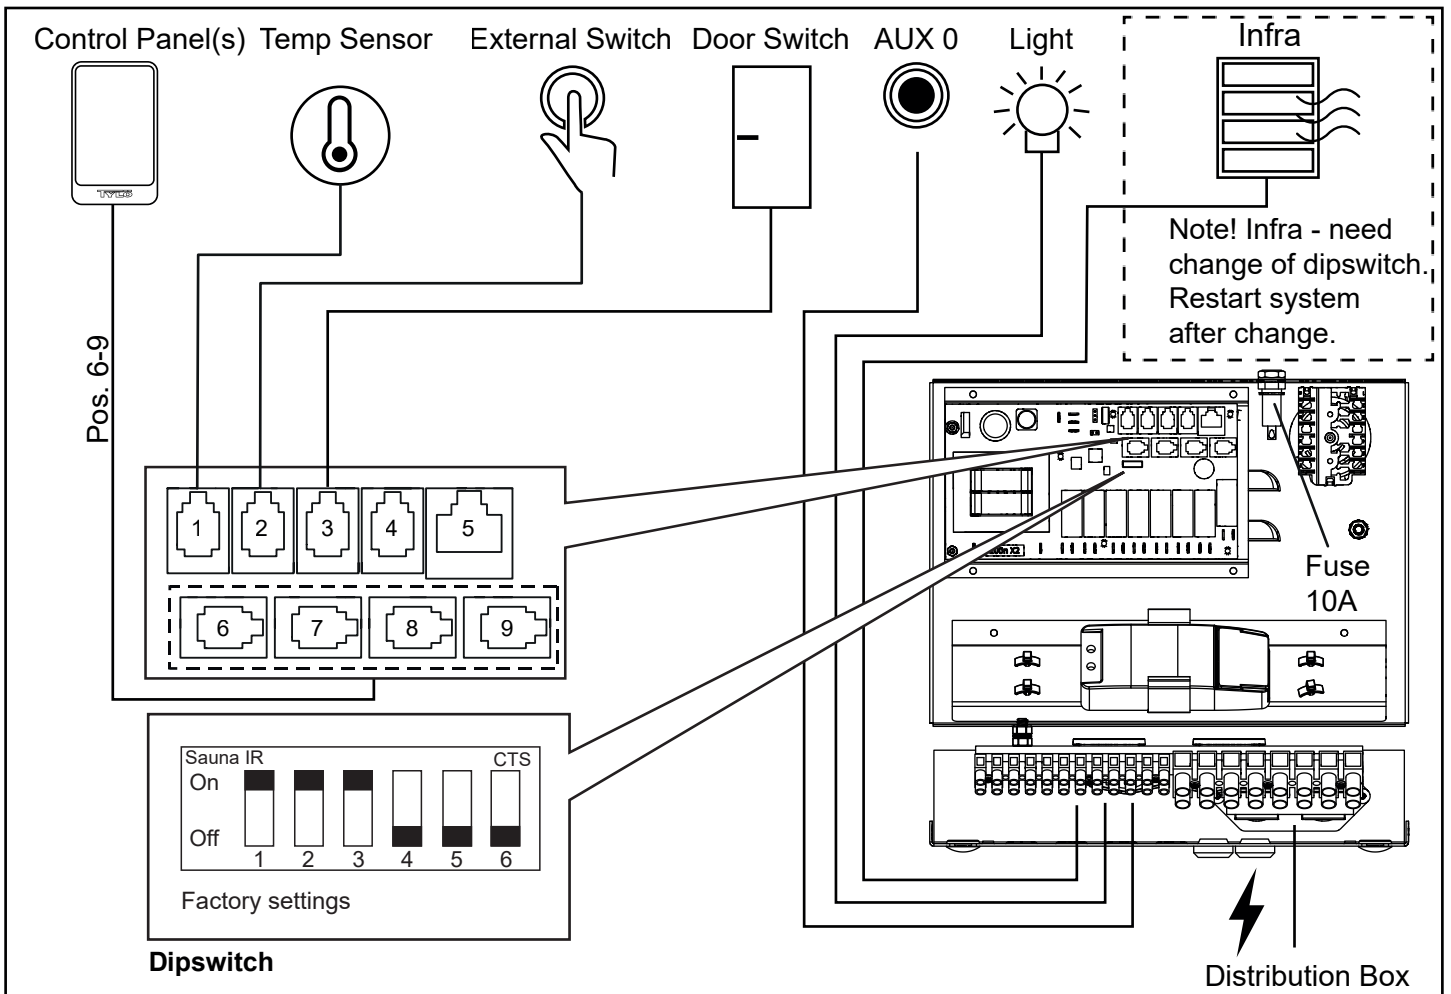

Afbeelding 14: Bedradingsschema
3. Sluit de voedingskabel aan (zie afbeelding 10) volgens het bedradingsschema (zie afbeelding 14).
6. Sluit de lichtkabel (indien van toepassing) (zie afbeelding 10) aan volgens het bedradingsschema op afbeelding 14.
Neem contact op met de klantenservice van Tylö voordat u de kachel aansluit op voltages of aantal fasen die niet in het bedradingsschema in afbeelding 14 worden vermeld.